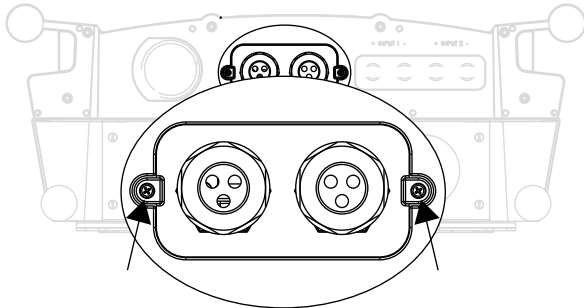

Figura 7-1: Modulo di comunicazione.
- Allentare le viti Phillips presenti su entrambi i lati del pannello anteriore (cfr. figura 7-1).
- Fissare le viti Phillips su entrambi i lati del pannello anteriore (cfr. figura 7-1).